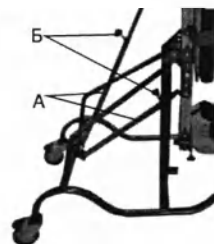

Рис. 2
1) Регулировка поворотного ложа по углу наклона (рис.2)